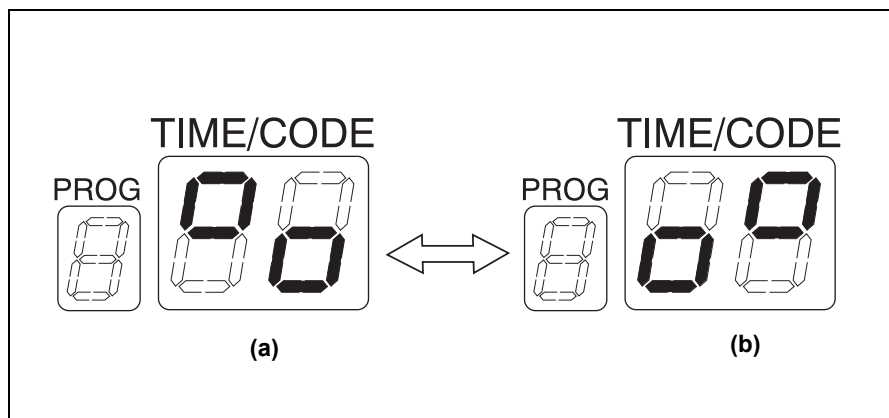

Рис. 7.78
13. Прозвучат короткие звуковые сигналы, а на дисплее TIME/CODE главной панели управления будут по очереди отображаться (a) и (b) в Рис. 7.78, что указывает на подготовку раствора дезинфицирующего средства.
- В процесс приготовления раствора дезинфицирующего средства входит однократное ополаскивание емкости для обработки; время, требуемое для приготовления раствора дезинфицирующего средства, составляет около 5 минут. Во время приготовления раствора дезинфицирующего средства подается прерывистый звуковой сигнал и на главной панели управления отображаются символы, показанные на Рис. 7.78. Во время процесса кнопка STOP/RESET отключена.